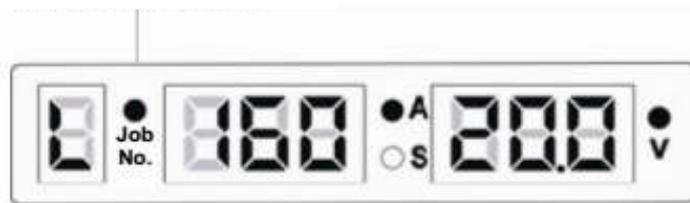

Рисунок 3-35. Пользовательский интерфейс указывает на блокировку регулировки диапазонов параметров сварки
6. В состоянии блокировки параметров мигает индикатор «Job No.» (Номер программы) - см. рисунок 3-35. Регулировка диапазоны сварочного тока и напряжения заблокирована. В этом состоянии вы можете выполнить сварку и отрегулировать ток и напряжение в указанных диапазонах.